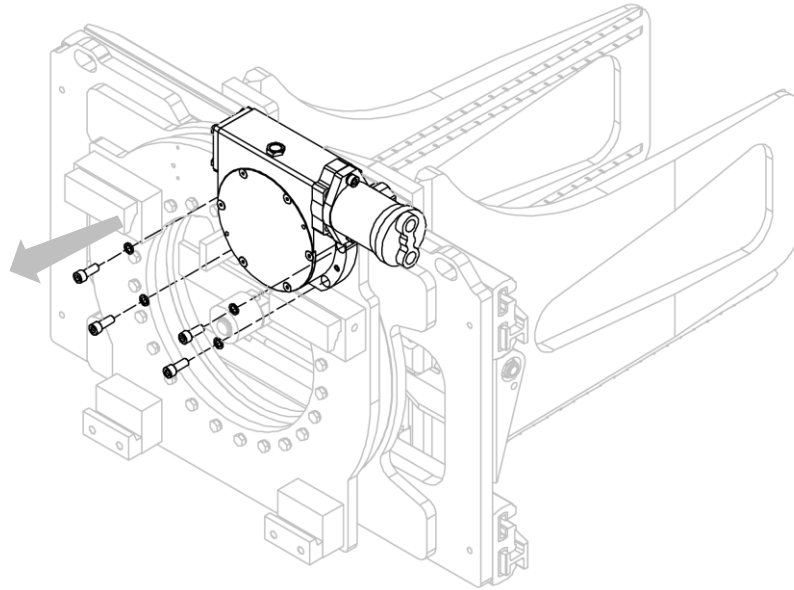

Figura 34
3. Rimuovere la coppia riduttore-motore dalla struttura dell'attrezzatura, dopo aver rimosso le relative viti (vedi *Figura 34*).